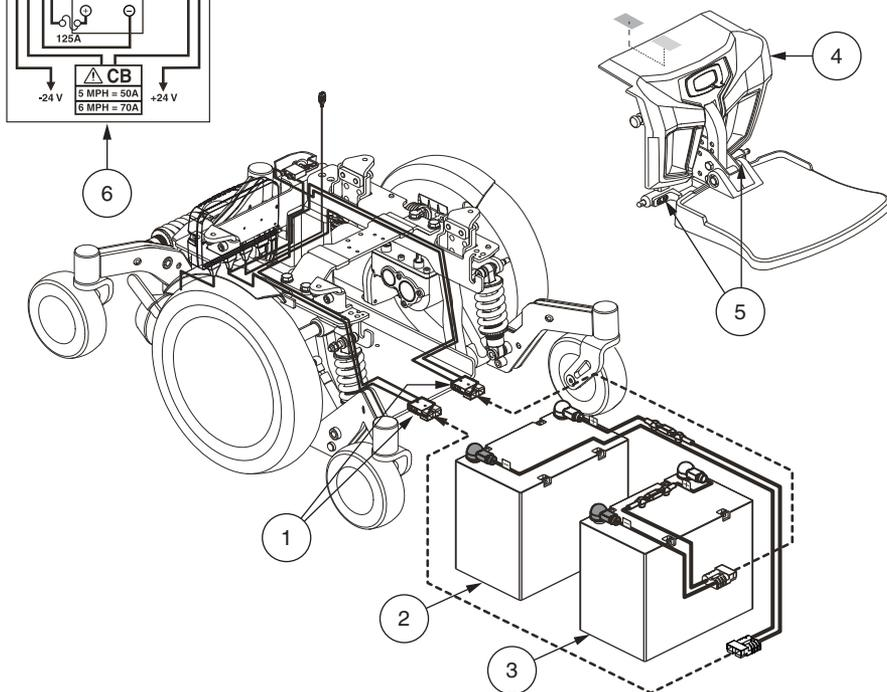

Figure 19. Installation des batteries
3. Retirez le capot avant en comprimant les poignées de détente (**voir la figure 19**) et en soulevant le plateau.
**Voir la figure 19.**
8. Installez le fil sur la batterie arrière selon le diagramme de branchement. **Voir la figure 19.**